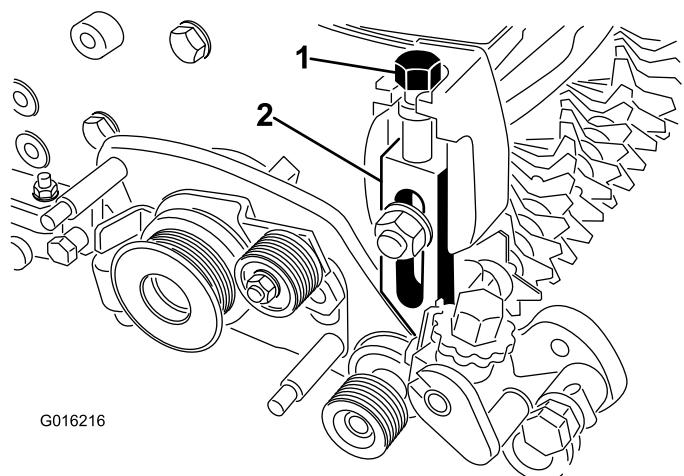

图12
27. 将剪草高度调整螺丝旋入右调整臂组件的顶部图12。
注意 确保剪草高度调整臂组件的杆端滑入疏草刀驱动组件孔的轴套内 图12。
31. 将剪草高度调整螺丝旋入左调整臂组件的顶部图12。
33. 用现有的防松螺栓、螺母和新垫圈将左侧调整臂组件安装至滚刀组侧板 图12。